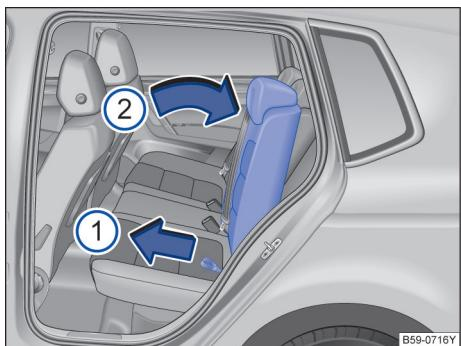

图 76 调节后排座椅靠背
- 用一只手扶住右侧或左侧后排座椅靠背，同时用另一只手拉起相应的拉环→图 76 ①。
- 克服弹簧力用手将后排座椅靠背移到所需位置②。